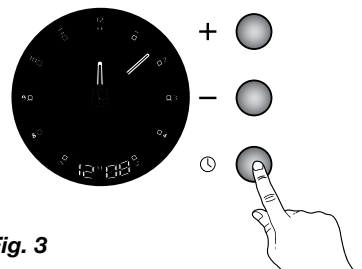

Fig. 3
- Trykk ⌚-knappen for å bekrefte (fig. 3).
- Trykk på ⌚-knappen i noen sekunder til displayet blinker (fig. 3).